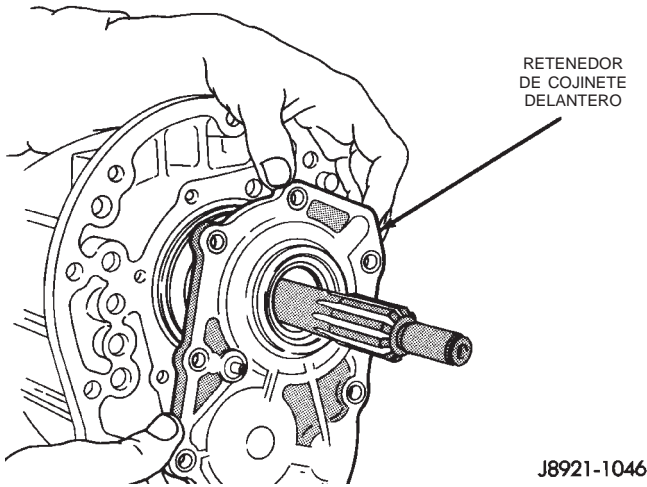

Fig. 31 Desmontaje del retenedor de cojinete delantero
(19) Retire los pernos que fijan el retenedor de cojinete delantero a la caja de transmisión.
(20) Retire el retenedor de cojinete de la caja de transmisión (Fig. 31).